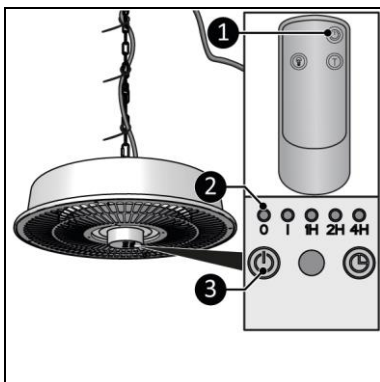

Figure 11
2. Le témoin O s'allume (figure 11, pos. 2).
3. Appuyez sur la touche ON/OFF du panneau de commande (figure 11, pos. 3) ou de la télécommande (figure 11, pos. 1).